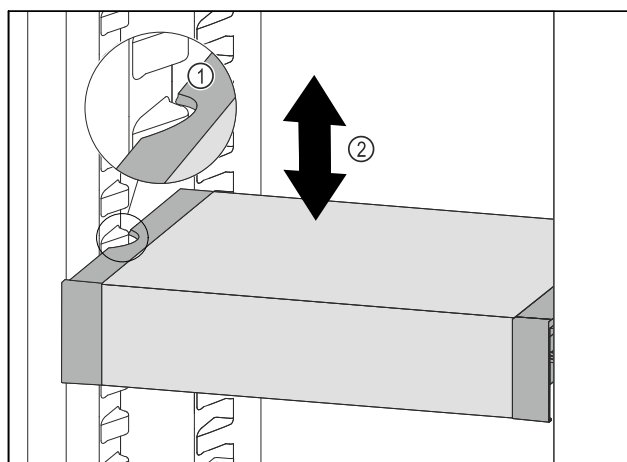

Fig. 127
- ▶ VarioSafe ťahajte dopredu, dokým sa bočné vybrania VarioSafe nebudú nachádzať vo výške rebra nádoby v chladničke. Fig. 127 (1)
- ▶ VarioSafe v chladničke presúvajte nahor alebo nadol, dokým sa dosiahne požadovaná výška. Fig. 127 (2)